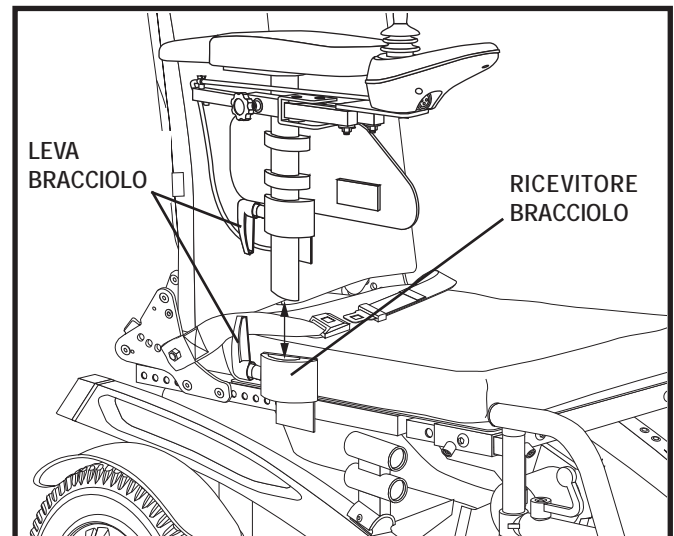

Figura 13. Rimozione/Installazione bracciolo
1. Allentare la leva di blocco del bracciolo. **Vedere figura 13.**
1. Posizionare il gruppo del bracciolo nel blocco corrispondente. **Vedere figura 13.**
2. Rimuovere il bracciolo. **Vedere figura 13.**